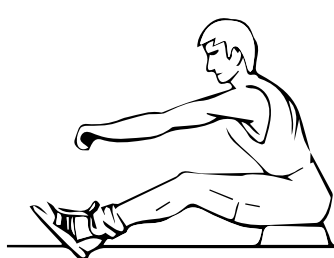

Fig. 4
- Siéntese como se muestra en la fig. 4 con las piernas estiradas, inclínese hacia delante y agarre al asa.